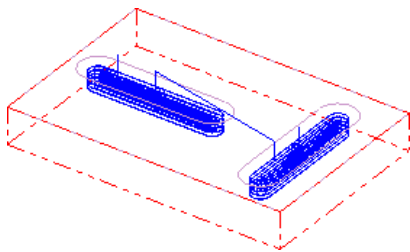

图 9.7.21 刀具路径
Step5. 单击“2D 刀具路径-铣槽”对话框中的  按钮，完成挖槽加工参数的设置，此时系统将自动生成图 9.7.21 所示的刀具路径。
(1) 在“操作管理器”中单击  刀具路径 - 29.6K - SLOT_MILL.NC - 程序号码 0 节点，系统弹出“路径模拟”对话框及“路径模拟控制”操控板。
(2) 在“路径模拟控制”操控板中单击  按钮，系统将开始对刀具路径进行模拟，结果与图 9.7.21 所示的刀具路径相同，在“路径模拟”对话框中单击  按钮。
Step2. 保存模型。选择下拉菜单  文件(F) →  保存(S) 命令，保存模型。